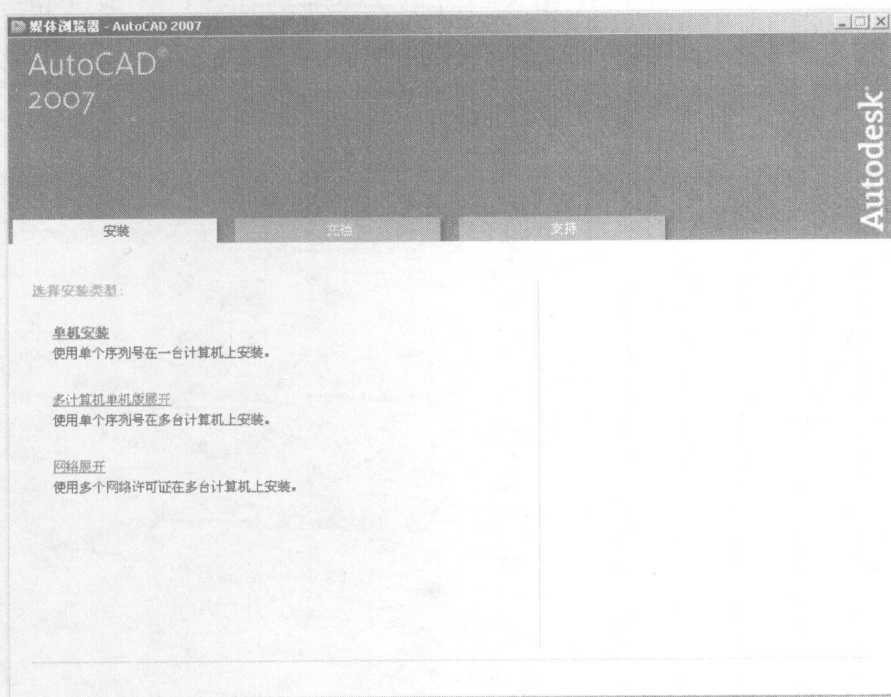

图 1-1 AutoCAD 2007 媒体浏览器
- (1) 将 AutoCAD 2007 的安装光盘插入计算机的 CD-ROM 驱动器。
- (2) 在如图 1-1 所示的 AutoCAD 2007 媒体浏览器中的“安装”选项卡中单击“单机安装”。
- (3) 在显示的“单击安装”向导界面中单击“安装”按钮。
(4) 在 AutoCAD 2007 安装向导中, 按照界面中的说明进行操作。请确保产品序列号可用, 没有序列号将无法安装 AutoCAD 2007。